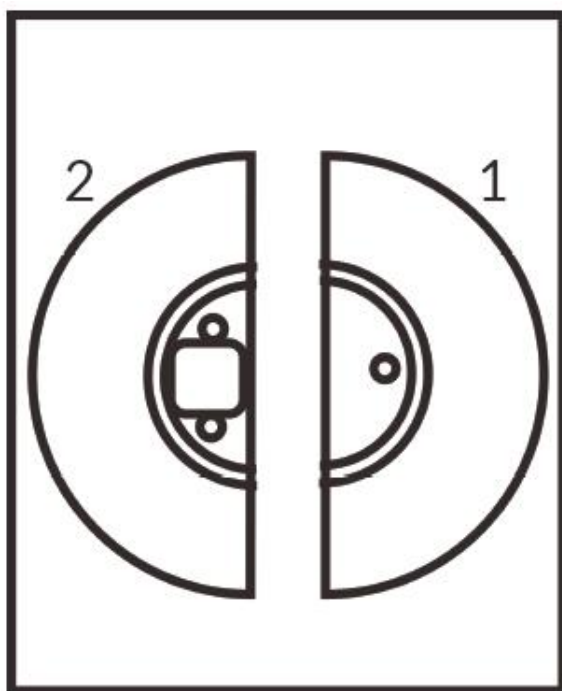

Abb. 1
- Stellen Sie den Ventilator auf den Kopf, so dass Sie den Motor sehen können (2) (siehe Abb. 1). Legen Sie am besten eine Decke unter, damit das Gehäuse nicht beschädigt wird.